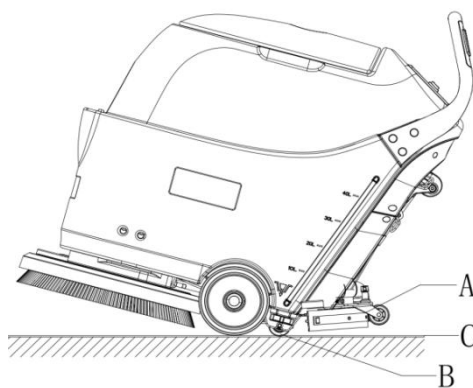

Figura 8
2. Liberte os interruptores de segurança (1) e o suporte de esponja/escova para funcionar.
3. Pressione o interruptor de escova (46), interruptor de vácuo (45) para a posição "o".
4. Levante o squeegee (A, Figura 8) do chão através da alavanca do mesmo (14).
5. Segure o punho da máquina (2) e levante a máquina para trás até as rodas de suporte (B, Figura 8) tocarem no chão.